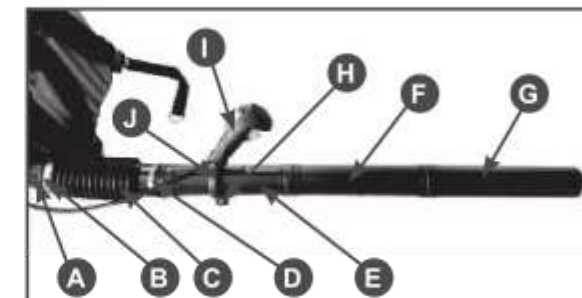

Рис. 2 Последовательность сборки
Произведите сборку в следующем порядке (Рис. 2):
1. Наденьте на оба конца гибкой трубы С червячные хомуты В и D и наденьте гибкую трубу на выходной патрубок А корпуса воздуходувного устройства (Рис. 2). Затяните хомут В.
2. Наденьте рукоятку управления I на трубу Е (Рис. 2). При необходимости, ослабьте затяжку гайки Н хомута J крепления рукоятки управления. Для исключения проворачивания винта воспользуйтесь ключом шестигранным 4 мм из комплекта поставки устройства.
3. Вставьте трубу напорную Е с установленной на ней рукояткой управления в гибкую трубу С (Рис. 2). Затяните хомут D.
зами в трубе F. Нажмите на трубу F в сторону трубы E до упора и поверните трубу F против часовой стрелки (если смотреть со стороны двигателя) до плотной её фиксации (Рис. 2).
- Точно также в соответствии с пунктом 4, установите трубу G на трубу F (Рис. 2).